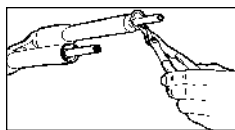

Fig. 8
2. Entfernen Sie die Sprengringe auf der Unterseite der oberen Rohre mit einer Innensprengring-Zange mit kleiner Spitze (s. Abb. 8).